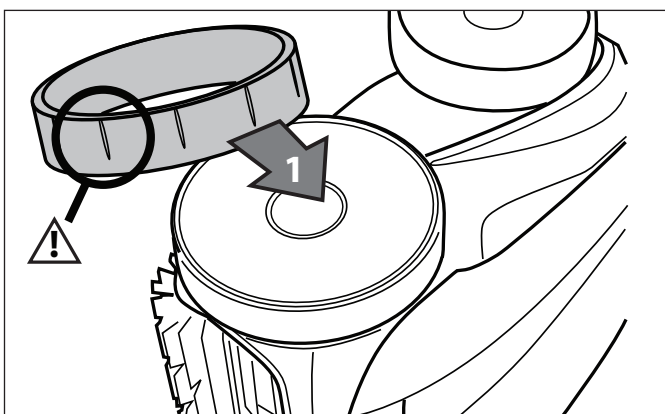

Figura 34. Orientación de neumático
3. Para reemplazar el neumático, coloque el neumático en la rueda asegurándose de orientar el neumático de modo que las ranuras estén en el lado exterior de la rueda. Vea Figura 34.